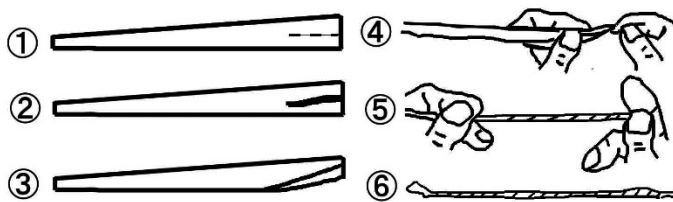

図2
炭酸カリウム、木炭はあらかじめよくすりつぶしておきます。これらを計量後、乳鉢で色むらがなくなるようよく混ぜ合わせます。花火の作りかたは、図2のようにします。
(1)和紙の端を谷折りにします(図2①)。
(2)和剤のをせ、二つ折りにします(図2②③)。
(3)人差し指の上で転がすように巻いていきます(図2④⑤)。
(4)最後まで巻き上げ「こより」にします(図2⑥)。